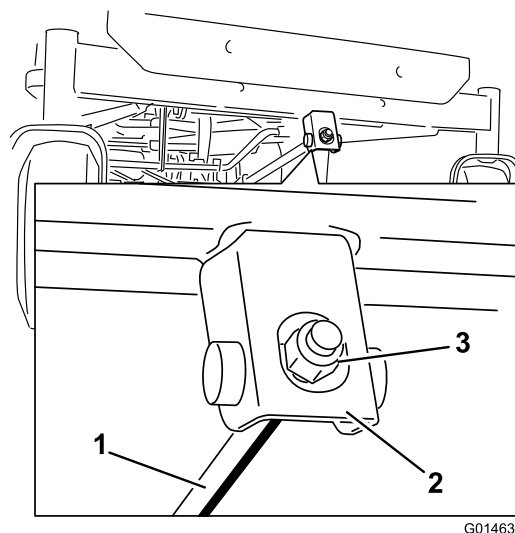

Figure 56
6. Pour régler l'inclinaison avant/arrière des lames, tournez l'écrou de réglage à l'avant du tablier de coupe (Figure 56).